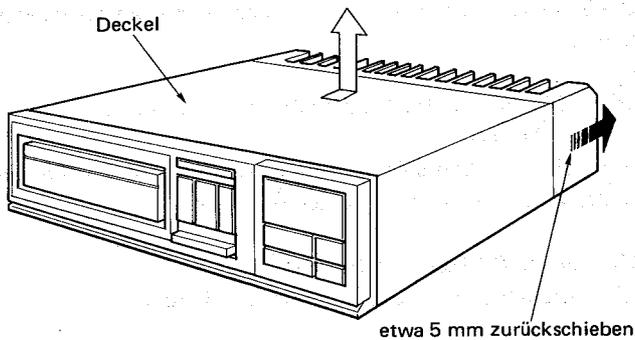

Abb. 2
2) Die Rückwand etwa 5 mm zurückschieben. Den Deckel etwa genauso weit zurückschieben und abheben. (Siehe Abbildung 2).